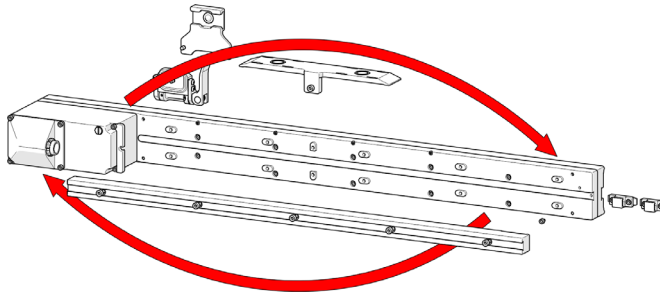

Abbildung 2-50 Drehen des Rasterarms
8. Drehen Sie den Rasterarm (siehe Abbildung 2-50 auf Seite 82).